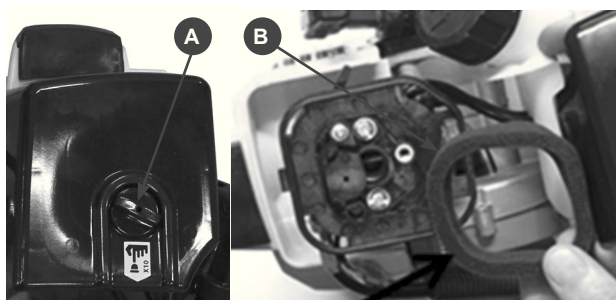

Рис.13
1. Открутите барашковую гайку (А) и снимите крышку воздушного фильтра (Рис.13).